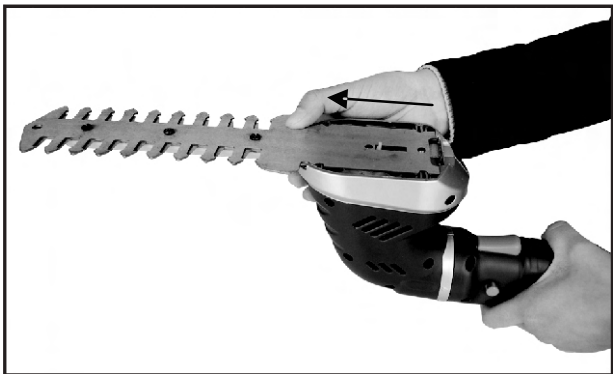
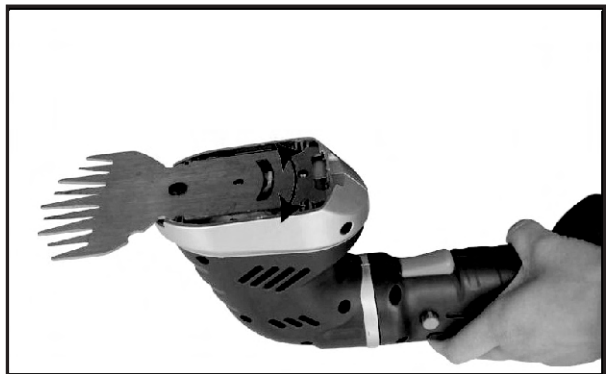

Fig. 22
Fig. 23
Instalación de las cuchillas (Fig. 22 a 24)
Mueva el lomo levantado (23) de la cuchilla para podar arbustos hacia arriba y hacia abajo (Fig. 22) o el lomo (23) de la cuchilla para cortar pasto hacia los costados (Fig. 23) para que el pasador delantero se introduzca en el orificio delantero de la cuchilla.